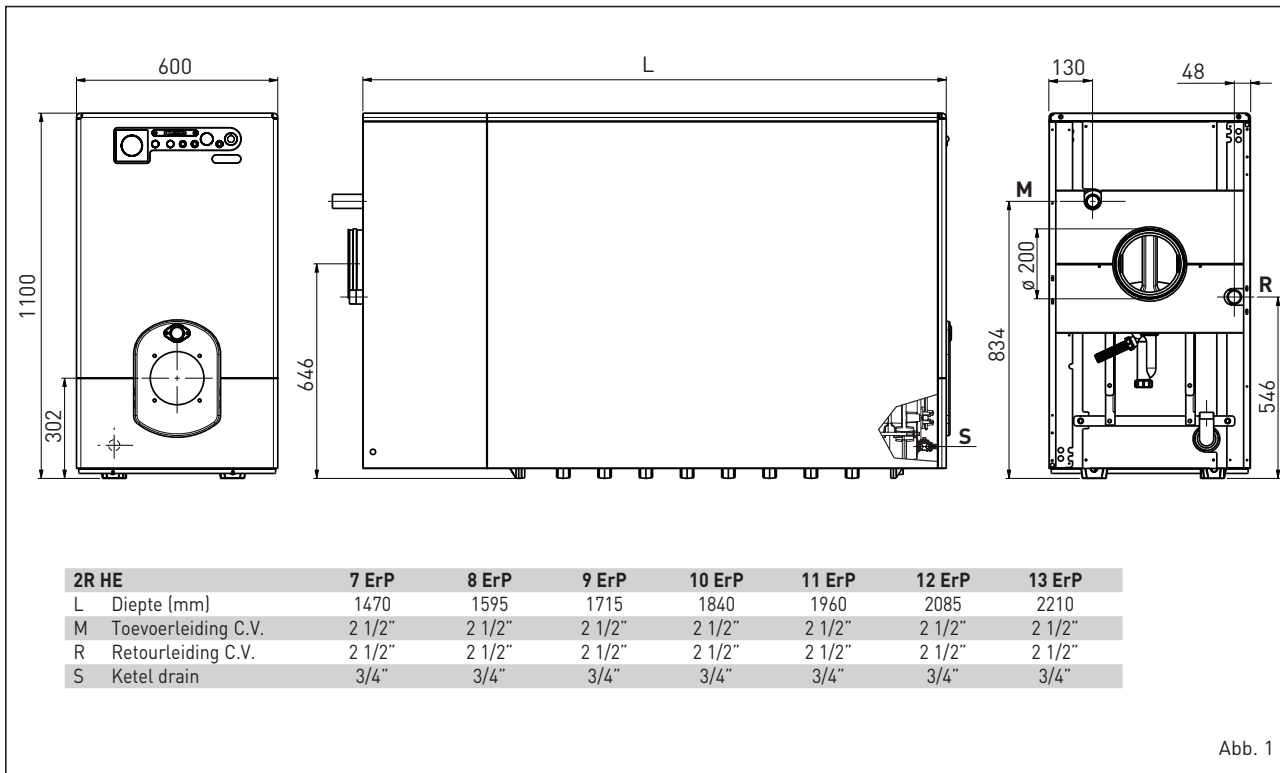

Abb. 1
1.2 UITWENDIGE AFMETINGEN (Abb. 1)